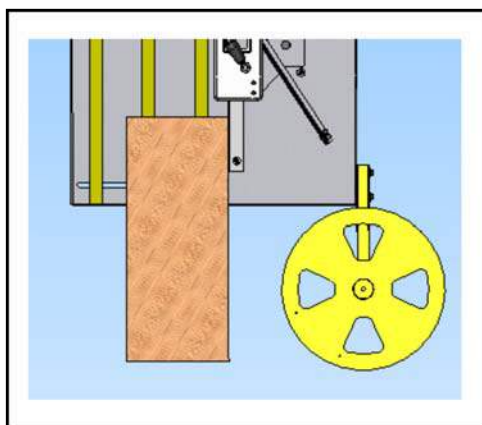
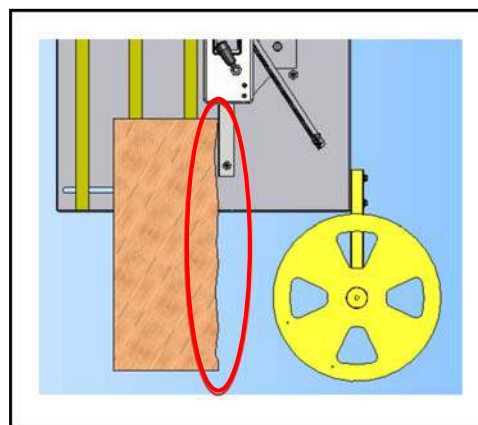

Fig. 50
Fig. 51
- ✓ Verifique o correto alinhamento do corte da peça conforme a fig. 50. Se o corte estiver desalinhado a fita não será colada corretamente na peça fig. 51.